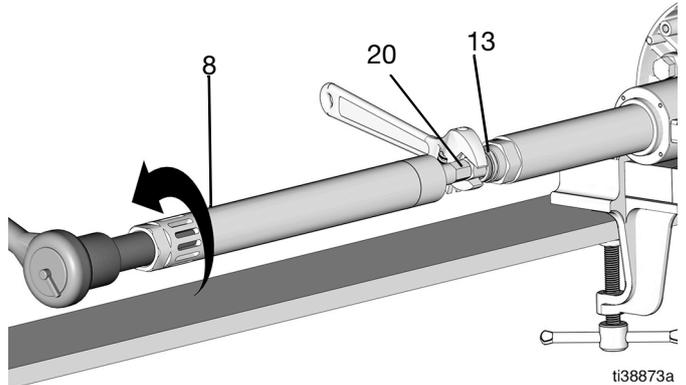

图 9
11. 使用 3/4 英寸套筒，松开并拆下铲杆 (20)，将铲杆留在入口泵气缸 (8) 内部（图9）并放在一旁。